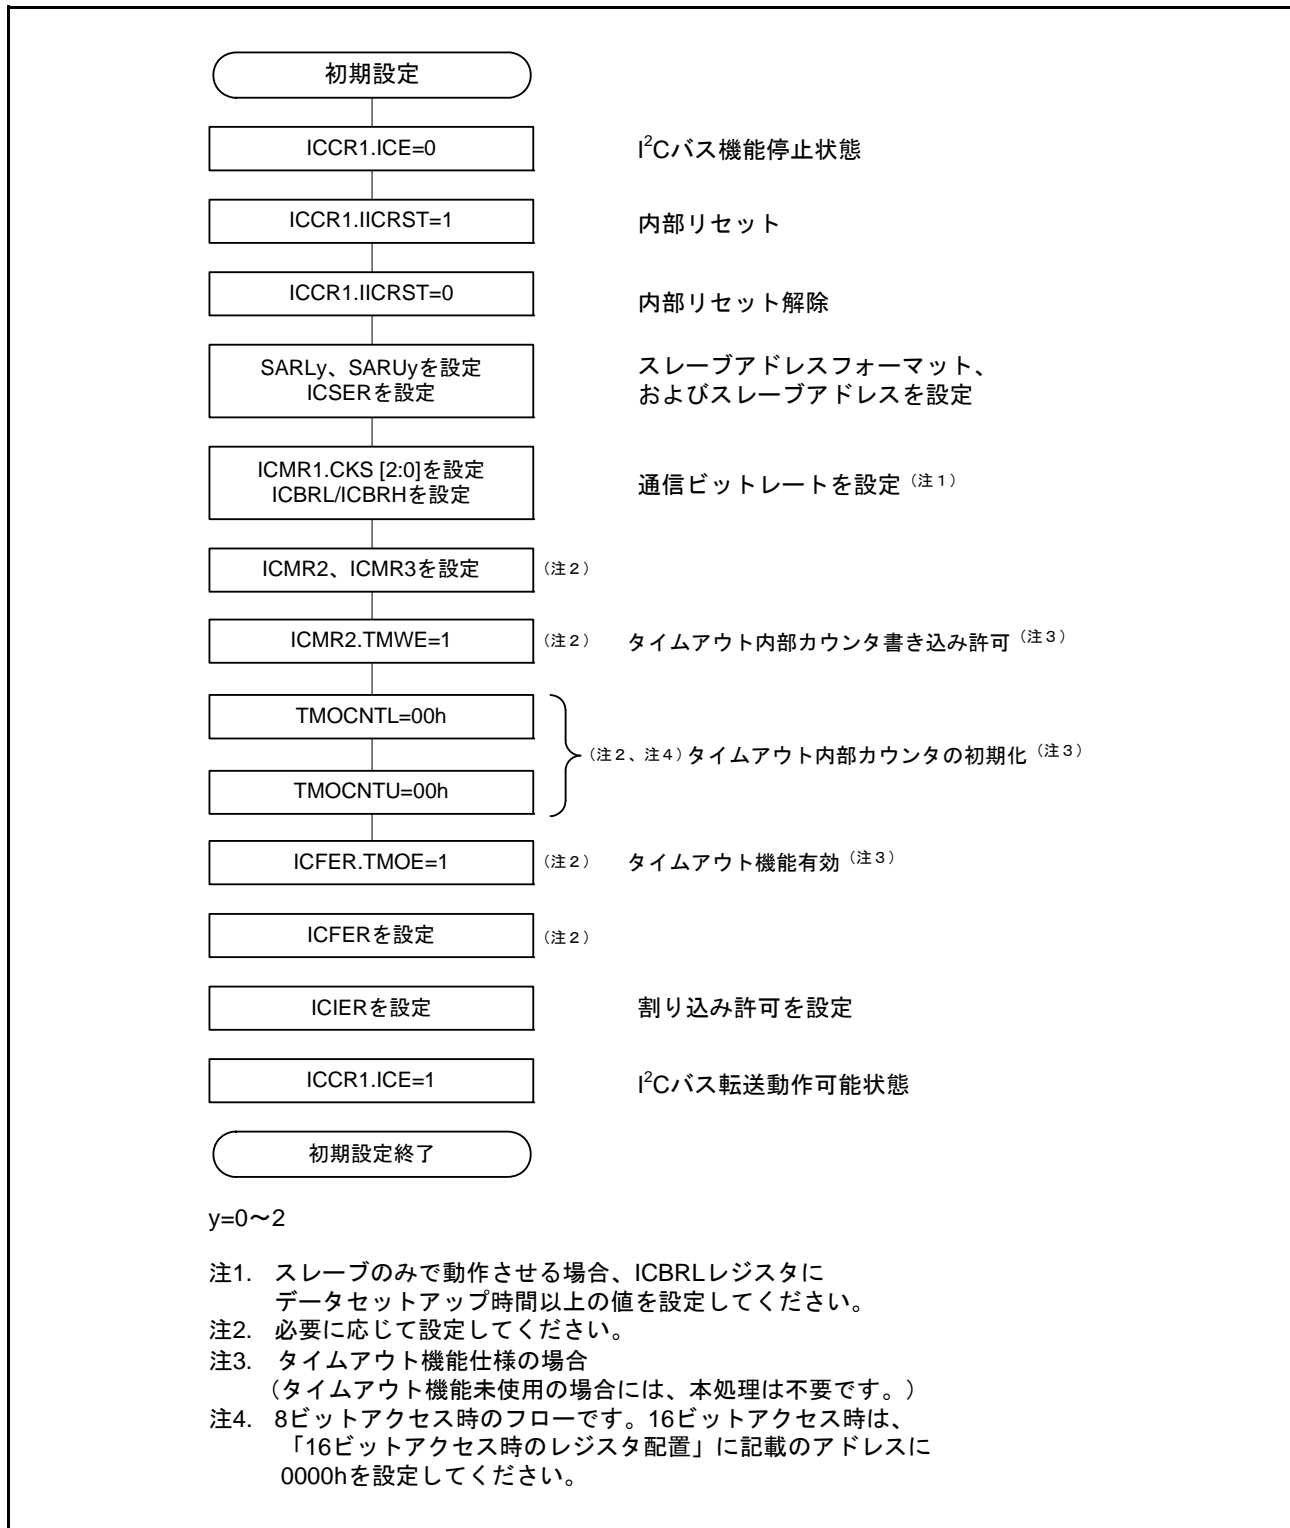

図 24.5 RIIC の初期化フローチャート例
データの送信/受信を開始する場合、図 24.5 に示す手順に従って RIIC を初期化してください。
- (1) ICCR1.ICE ビットを“0” (機能停止状態) にしたまま ICCR1.IICRST ビットを“1” (内部リセット) にした後、“0” (リセット解除) にします。これにより ICSR1 レジスタの各フラグや内部状態の初期化を行います。その後、SARLy、SARUy、ICSER、ICMR1、ICBRH、ICBRL レジスタ (y=0 ~ 2) を設定し、その他のレジスタは必要に応じて設定してください (RIIC の初期設定については図 24.5 参照)。必要なレジスタの設定が終了したら、ICE ビットを“1” (転送可能状態) にしてください。すでに RIIC の初期化が完了している場合、この手順は不要です。
- (2) ICCR2.BBSY フラグを読んでバスが解放状態であることを確認した後、ICCR2.ST ビットに“1”を書きます (スタートコンディション発行要求)。RIIC はスタートコンディション発行要求を受け付けると、スタートコンディションを発行します。RIIC はスタートコンディションを検出すると BBSY フラグ、ICSR2.START フラグを自動的に“1”にし、ST ビットを自動的に“0”にします。このとき ST ビットが“1”の状態で自分が出した SDA 信号と SDA ラインの状態がずれることなくスタートコンディションを検出した場合、RIIC は ST ビットによるスタートコンディション発行が正しく行われたと認識し、ICCR2.MST、TRS ビットを自動的に“1”にしてマスタ送信モードになります。また ICSR2.TDRE は、TRS ビット=1 により自動的に“1”になります。
- (3) ICSR2.TDRE フラグが“1”であることを確認した後、ICDRT レジスタに送信データ (スレーブアドレスと R/W# ビット) を書いてください。ICDRT レジスタに送信データを書くと TDRE フラグは自動的に“0”になり、ICDRT レジスタから ICDRS レジスタにデータが転送されて、再び TDRE フラグが“1”になります。R/W# ビットを含むスレーブアドレスの送信が完了すると、送信された R/W# ビットにより自動的に TRS ビットが変更され送信モード/受信モードが選択されます。RIIC は R/W# ビット=0 を受信すると、引き続きマスタ送信モードの状態を継続します。
- (1) ICCR1.ICE ビットを“0” (機能停止状態) にしたまま ICCR1.IICRST ビットを“1” (内部リセット) にした後、“0” (リセット解除) にします。これにより ICSR1 レジスタの各フラグや内部状態の初期化を行います。その後、SARLy、SARUy、ICSER、ICMR1、ICBRH、ICBRL レジスタ (y=0 ~ 2) を設定し、その他のレジスタは必要に応じて設定してください (RIIC の初期設定については図 24.5 参照)。必要なレジスタの設定が終了した後、ICE ビットを“1” (転送可能状態) にしてください。すでに RIIC の初期化が完了している場合、この手順は不要です。
- (2) ICCR2.BBSY フラグを読んでバスが解放状態であることを確認した後、ICCR2.ST ビットに“1”を書きます (スタートコンディション発行要求)。RIIC はスタートコンディション発行要求を受け付けると、スタートコンディションを発行します。RIIC はスタートコンディションを検出すると BBSY フラグ、ICSR2.START フラグを自動的に“1”にし、ST ビットを自動的に“0”にします。このとき ST ビットが“1”の状態でも自分が出した SDA 信号と SDA ラインの状態がずれることなくスタートコンディションを検出した場合、RIIC は ST ビットによるスタートコンディション発行が正しく行われたと認識し、ICCR2.MST、TRS ビットを自動的に“1”にしてマスタ送信モードになります。また ICSR2.TDRE フラグは、TRS ビット = 1 により自動的に“1”になります。
- (3) ICSR2.TDRE フラグが“1”であることを確認した後、ICDRT レジスタに送信データ (スレーブアドレスと R/W# ビット) を書いてください。ICDRT レジスタに送信データを書くと TDRE フラグは自動的に“0”になり、ICDRT レジスタから ICDRS レジスタにデータが転送されて、再び TDRE フラグが“1”になります。R/W# ビットを含むスレーブアドレスの送信が完了すると、送信された R/W# ビットにより自動的に ICCR2.TRS ビットが変更され送信モード/受信モードが選択されます。RIIC は R/W# ビット = 1 を受信すると、9 クロック目の立ち上がりで TRS ビットを“0”にしてマスタ受信モードに移行します。このとき TDRE フラグは“0”に、ICSR2.RDRF フラグは自動的に“1”になります。このとき ICSR2.NACKF フラグが“1”なら、スレーブデバイスが認識されていないか、あるいは通信不良が発生しているかですので、ストップコンディションを発行してください。ストップコンディションの発行は ICCR2.SP ビットに“1”を書くことで行えます。
- (1) 図 24.5 に示す手順で RIIC を初期設定してください。すでに RIIC の初期化が完了している場合、この手順は不要です。初期設定完了後、RIIC はスレーブアドレスが一致するまで待機状態となります。
- (2) RIIC はスレーブアドレスが一致した場合、SCL クロックの 9 クロック目の立ち上がりで該当する ICSR1.HOA, GCA, AASy ビット (y=0 ~ 2) のいずれかを “1” にし、SCL クロックの 9 クロック目のアクノリッジビットに ICMR3.ACKBT ビットに設定した値を返信します。このとき受信した R/W# ビットが “1” のとき、ICCR2.TRS ビットおよび ICSR2.TDRE フラグを “1” にし、自動的にスレーブ送信モードに切り替わります。
- (3) ICSR2.TDRE フラグが “1” であることを確認した後、ICDRT レジスタに送信データを書いてください。このとき、ICFER.NACKF ビットが “1” の状態でマスタデバイスからアクノリッジがなかった (NACK を受信した) 場合、RIIC は次の通信動作を中断します。
- (4) ICSR2.NACKF フラグが “1” になるか、または最終送信データを ICDRT レジスタに書いた後、ICSR2.TDRE フラグが “1” の状態で、ICSR2.TEND フラグが “1” になるまで待ってください。ICSR2.NACKF フラグが “1” または TEND フラグが “1” の場合、RIIC は 9 クロック目の立ち下がり以降 SCL ラインを Low にホールドします。
- (5) ICSR2.NACKF フラグが “1” または ICSR2.TEND フラグが “1” の場合、終了処理のため ICDRR レジスタをダミーで読んでください。これにより SCL ラインを開放します。
- (6) RIIC はストップコンディションを検出すると、ICSR1.HOA, GCA, AASy ビット (y=0 ~ 2)、ICSR2.TDRE, TEND フラグ、ICCR2.TRS ビットを自動的に “0” にし、スレーブ受信モードに移行します。
- (7) ICSR2.STOP フラグが “1” であることを確認した後、次通信のために ICSR2.NACKF, STOP フラグを “0” にしてください。
- (2) RIIC はスレーブアドレスが一致した場合、RIIC は SCL クロックの 9 クロック目の立ち上がりで該当する ICSR1.HOA, GCA, AASy ビット (y=0 ~ 2) のいずれかを“1”にし、SCL クロックの 9 クロック目のアクノリッジビットに ICMR3.ACKBT ビットに設定した値を返信します。このとき受信した R/W# ビットが“0”なら、スレーブ受信モードの状態を継続し、ICSR2.RDRF フラグを“1”にします。
- (3) ICSR2.STOP フラグが“0”で、かつ ICSR2.RDRF フラグが“1”であることを確認したら、最初の 1 回目は ICDRR レジスタをダミーで読んでください (なお、ダミーで読んだ受信データは 7 ビットアドレスフォーマット時にスレーブアドレス + R/W# ビット、10 ビットアドレスフォーマット時は下位 8 ビットアドレスになります)。
- (4) ICDRR レジスタを読むと RIIC は ICSR2.RDRF フラグを自動的に“0”にします。なお、ICDRR レジスタの読み出しが遅れて、RDRF フラグが“1”になった状態で次のデータを受信すると、RIIC は RDRF フラグが“1”になるタイミングの 1 つ手前の SCL クロック立ち下がり SCL ラインを Low にホールドします。この Low ホールドは ICDRR レジスタを読むことで解除され RIIC は SCL ラインを開放します。ICSR2.STOP フラグが“1”で、かつ ICSR2.RDRF フラグが“1”の場合、または全データ受信が完了するタイミングで ICDRR レジスタを読んでください。
- (5) RIIC はストップコンディションを検出すると、ICSR1.HOA, GCA, AASy ビット (y=0 ~ 2) を自動的に“0”にします。
- (6) ICSR2.STOP フラグが“1”であることを確認した後、次通信のために ICSR2.STOP フラグを“0”にしてください。